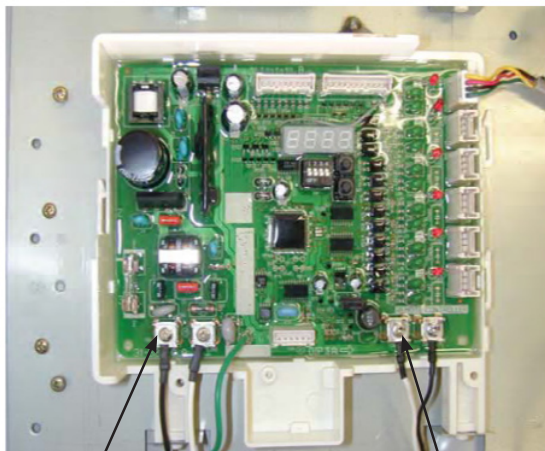

Figura 9
- 2 Conecte los cables del control remoto principal (UMC-117) a las terminales de la esquina inferior derecha de la PCB de comunicación principal como se muestra en la figura 9.